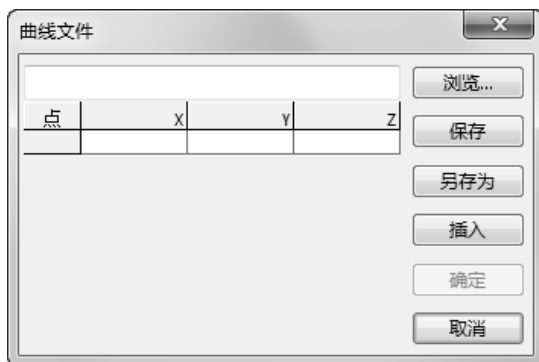

图 3-42 “曲线文件”对话框
1) 选择菜单栏中的“插入”→“曲线”→“通过 XYZ 点的曲线”命令，或者单击“曲线”工具栏中的（通过 XYZ 的曲线）按钮，系统弹出的“曲线文件”对话框如图 3-42 所示。